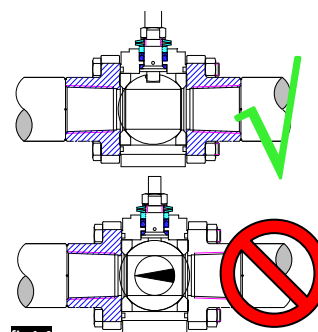

fig 1.4
6. Husboltene tilspændes forsigtigt og ensartet med kuglehane **åben**. Herefter krydspændes boltene, med kuglehane **åben** indtil nedenstående momenter er opnået. (se fig 1.4)